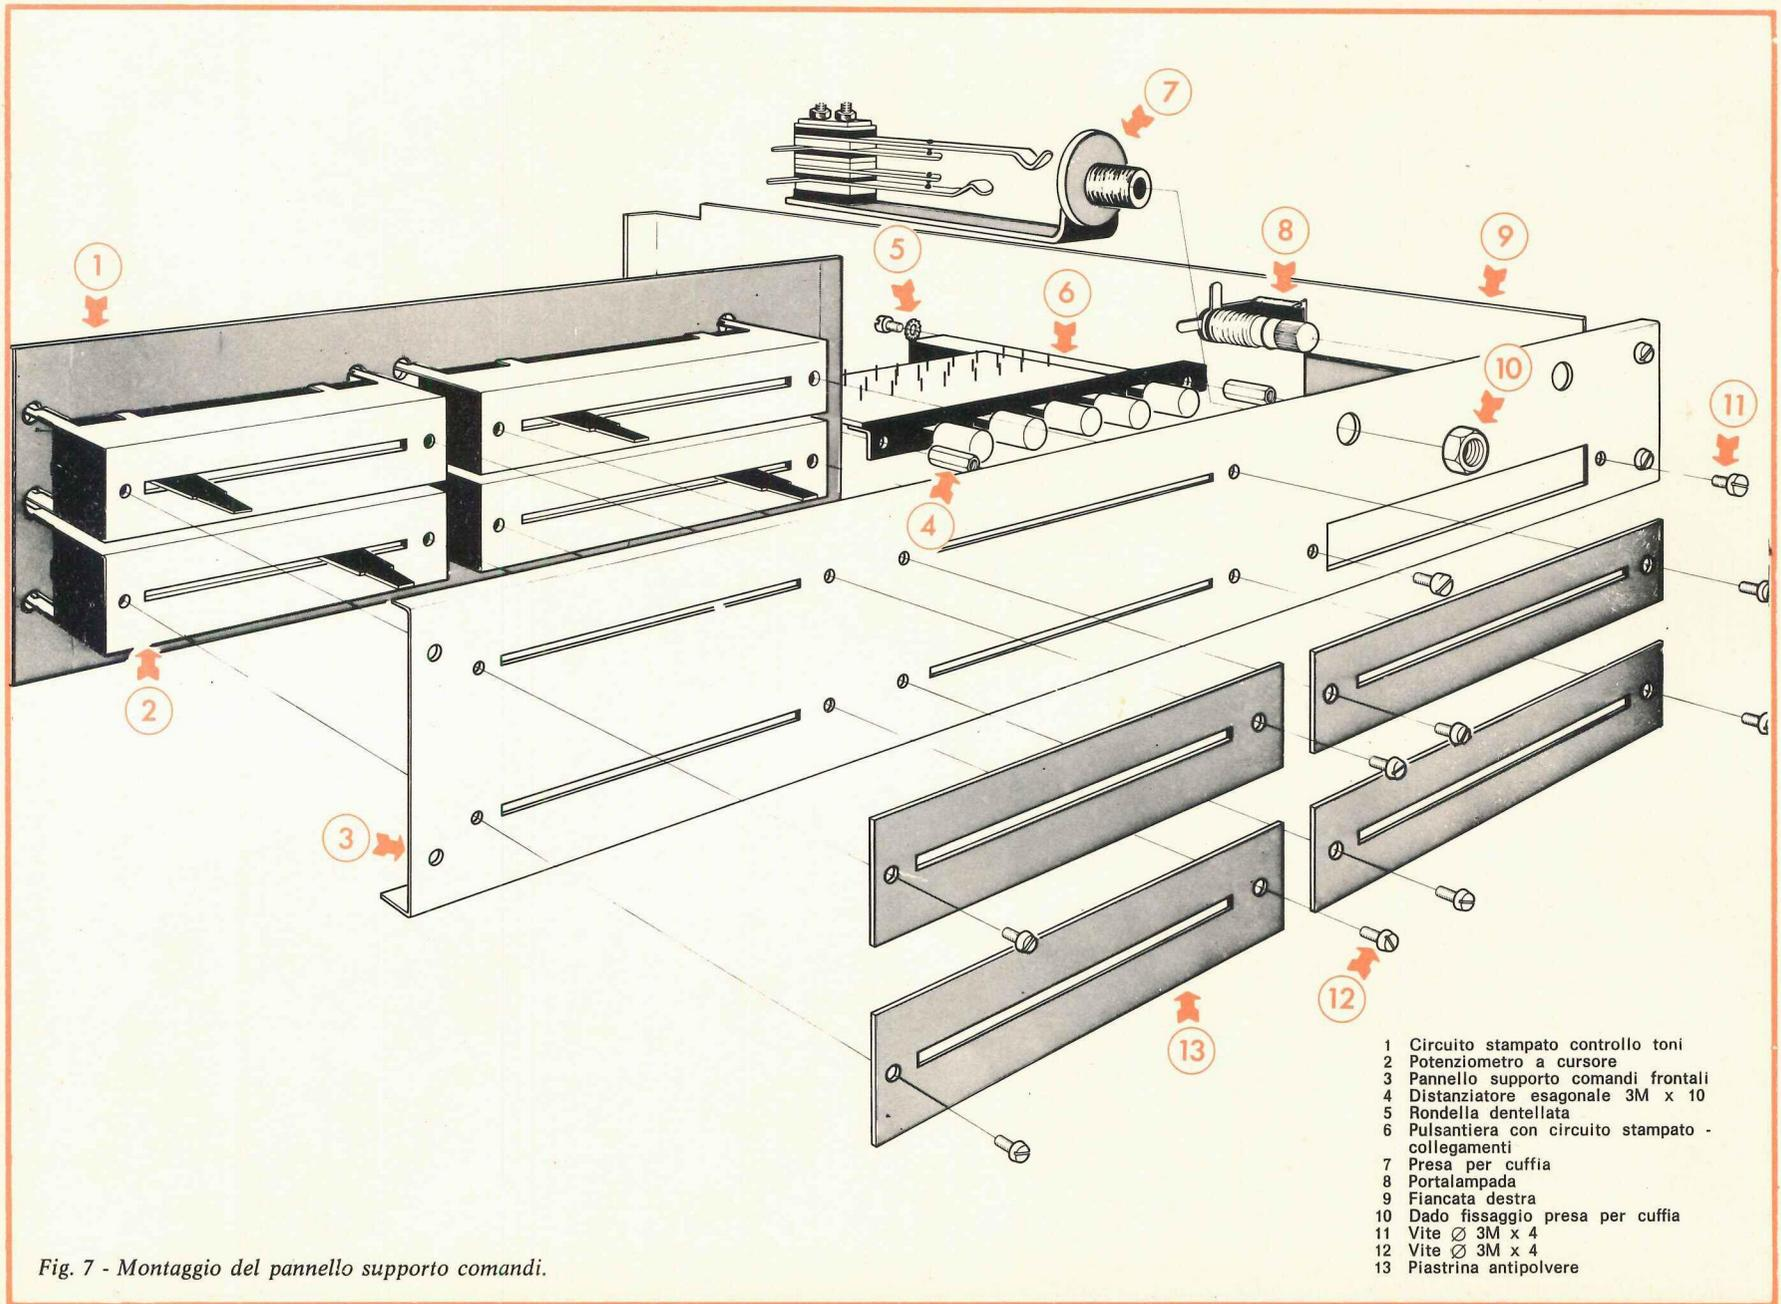

Fig. 7 - Montaggio del pannello supporto comandi.
2) Montare il pannello supporto comandi, come visibile in fig. 7 con lo accorgimento di preparare già il c.s. fig. 8 montato sulla pulsantiera prima di fissarla al pannello stesso.